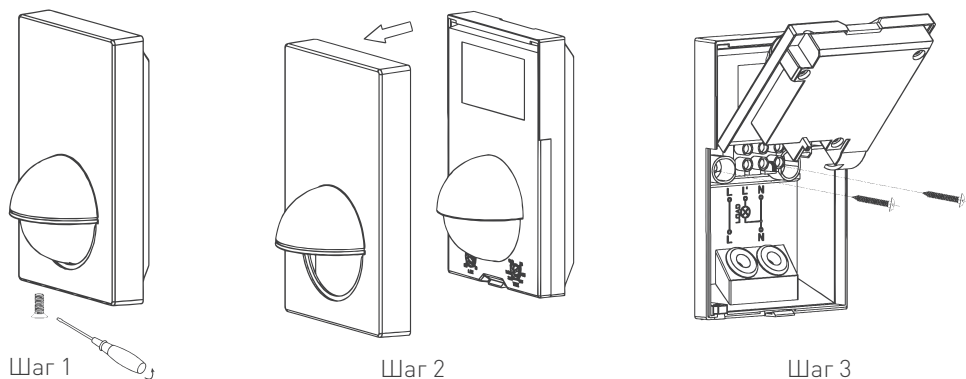

Рис. 1. Этапы монтажа датчика
- 3.2. Открутите винт снизу датчика (см. Рис. 1, Шаг 1).
- 3.3. Снимите лицевую панель датчика движения, аккуратно поддев ее плоской отверткой (см. Рис. 1, Шаг 2) и отогните нижнюю часть, как показано на Рис. 1, Шаг 3.
- 3.4. Осуществите крепление датчика к поверхности шурупами (см. Рис. 1, Шаг 3).